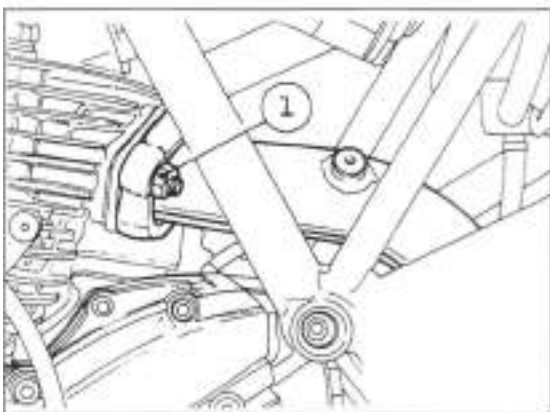

Bild 129
- Befestigungsmuttern von Krümmerflansch des stehenden Zylinders ausdrehen und Krümmer abnehmen (Bild 129).